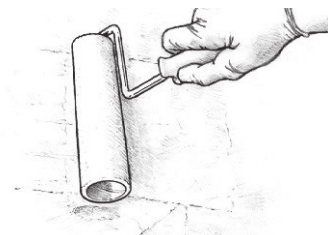

图30 在一个小区域上,轻轻地、随机滚动。将环氧树脂涂抹成均匀的薄膜。
4. 随机地在大约2'x2'的区域上轻轻地滚动,从而将环氧树脂均匀地转移到该区域上(图30)。